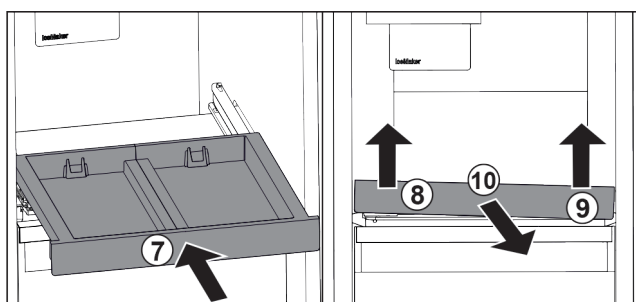

Fig. 140
- Zasuňte vysouvací přihrádku. Fig. 140 (7)
- Vysouvací přihrádku vpředu vlevo nadzvedněte. Fig. 140 (8)
- Vysouvací přihrádku vpředu vpravo nadzvedněte. Fig. 140 (9)
- Odeberte vysouvací přihrádku směrem dopředu. Fig. 140 (10)